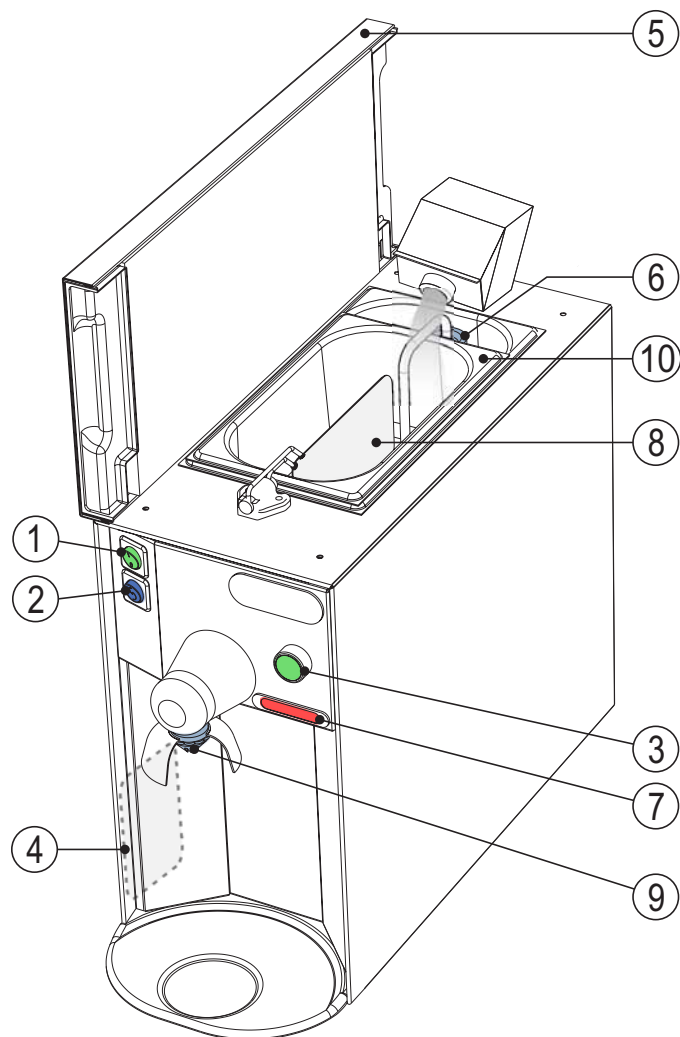
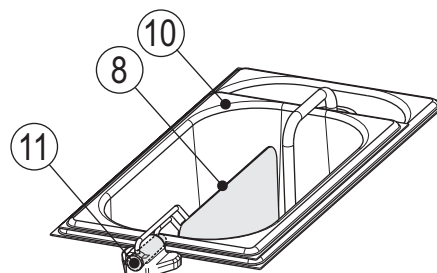
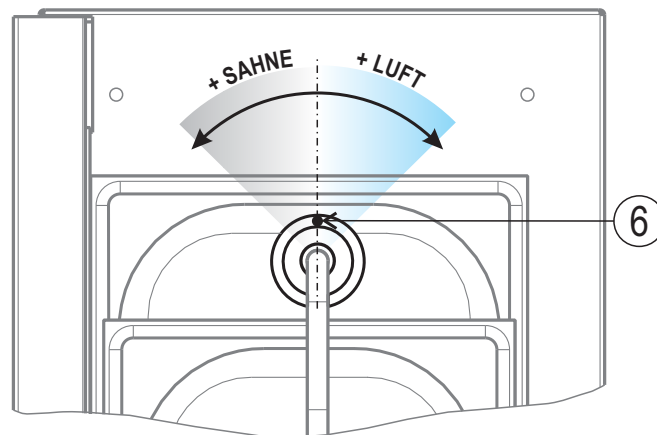
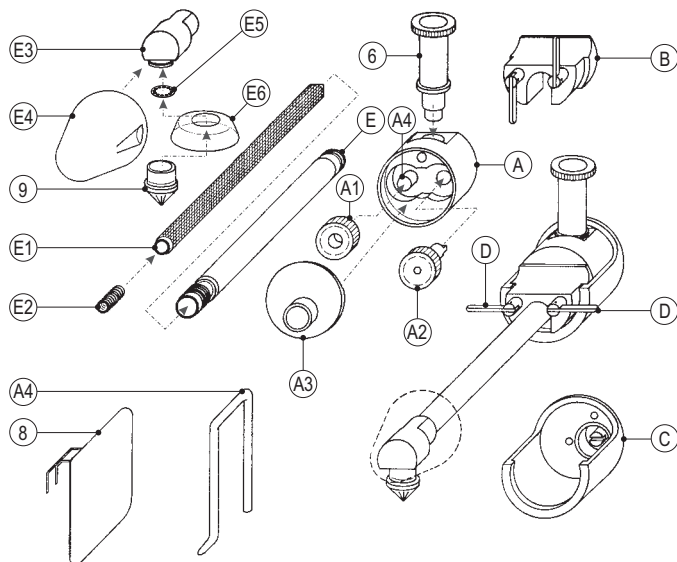

Abb. 1
Abb. 2
Abb. 3
Abb.4
- Den Schalter "1" (Abb. 1) einschalten; das Aufleuchten der grünen Kontrollleuchte bedeutet das Vorhandensein von Spannung.
- Beachten Sie, dass der Thermometer "7" (Abb. 1) einen Temperaturwert von mindestens 6°C anzeigen muss, bevor die Sahne auszugeben.
Die Schaufel "8" (Abb. 2) in das Gelenk "11" (Abb. 2) einführen, den Hauptschalter "2" (Abb. 1), der in die Pendelbewegung dieser Schaufel, in Gang setzt, einschalten; auf diese Weise wird die Trennung des Fettes von der Flüssigen und die Schichtbildung der flüssigen Sahne verhindert.
Am Anfang den Regler "6" (Abb. 3), wie in der Abbildung gesetzt, einstellen. Die Schlagsahne tritt bei Druck "3" (Abb. 1) auf den Ausgabe-Druckknopf "9" (Abb. 1) aus der Dekorationdüse aus.
Überprüfen Sie ob die beiden Griffschrauben "D" (Abb. 4) festgeschraubt sind. Wenn innerhalb von 20 Sec. nach Drücken des Druckknopfes "3" (Abb. 1) keine Ausgabe erfolgt, einen Teelöffel flüssiger Sahne in den einen dafür vorgesehenen Trichter am Regler "6" (Abb. 1) gießen. Die Maschine stellt ein Luft-Sahne Mischung her, dessen Verhältnis durch Steuerung des Reglers "6" (Abb. 3) wie von den Pfeilen angegeben, einstellbar ist: durch Drehen im Uhrzeigersinn wird das Gemisch mit Luft angereichert und die enthaltene Flüssigkeit vermindert.
Den Schalter "1" (Abb. 1) ausschalten; das Erlöschen der grünen Kontrollleuchte bedeutet, dass keine Spannung mehr vorhanden ist.
Den Hauptschalter "1" (Abb. 1) drücken, grüne Leuchtanzeige eingeschaltet. Ein Gefäß auf die Tropfschale stellen, das Rohr "A4" (Abb. 4), herausziehen, das Ausgabedruckknopf "3" (Abb.1) bei gleichzeitigem gießen eines lauwarmen Flüssigreinigungsmittel in die Öffnung des Reglers "6" (Abb. 1).
Siehe Abb. 4. Der Mixer "E1", mit dem kegelförmigen Ende zur Pumpe gerichtet, in das Rohr "E" einführen, und die Feder "E2" in die Öffnung des Mixers selbst einsetzen. Schrauben die Ausgabedüse "E3" auf das Rohr "E"; die nach unten gerichtet sein muss, die Haube "E4" waagrecht und von unten nach oben die Platte "E5", der Kasten "E6" und die Dekorationsdüse "9" durch drehen einfügen. Das Rohr "E" löst sich, indem die beiden Griffschrauben "D" um eine Viertelumdrehung gelockert werden und die Halterung "B" nach oben herausgezogen zu wird. Die Pumpe "A" ist nun frei, um waagrecht und dann nach oben herausgezogen zu werden; um die Lagerschale "A3" zu entfernen, das Rohr "E" in ihren Sitz einführen, um so das Herausnehmen der Schale zu erleichtern. **Der Wiederaufbau wird in umgekehrter Reihenfolge hinsichtlich der Numerierung der Bauteile durchgeführt.** Nach der Montage der Pumpe "A", das Zahnrad "A2" von Hand drehen, um es in Antrieb "C" einzufügen, danach das Zahnrad "A1" und die Lagerschale "A3" einsetzen, wobei die Schale zuvor mit der entsprechenden Öffnung am Stift "A4" genähert wird. Die Schrauben "D" nur mit dem Druck der Finger blockieren.